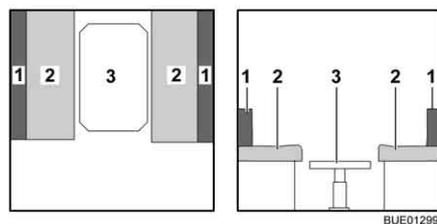

Fig. 116 Durante la transformación
- Tirar de los cojines del asiento (Fig. 116,2) hacia el centro.